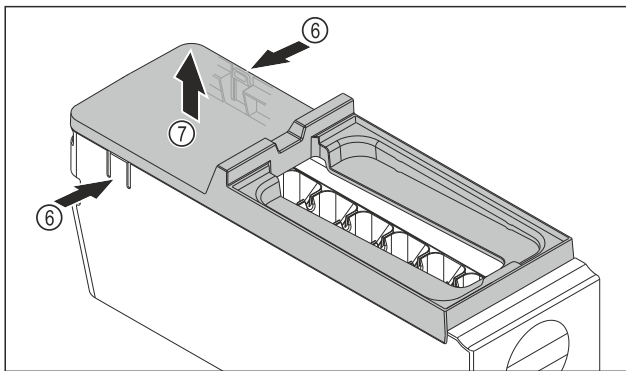

Fig. 118
- ▶ Abdeckung des EasyTwist-Ice-Korpus entnehmen: Laschen Fig. 118 (6) an den beiden Seiten des EasyTwist-Ice-Korpus mit einer Hand drücken.
- ▶ Abdeckung Fig. 118 (7) mit der anderen Hand nach oben entnehmen.